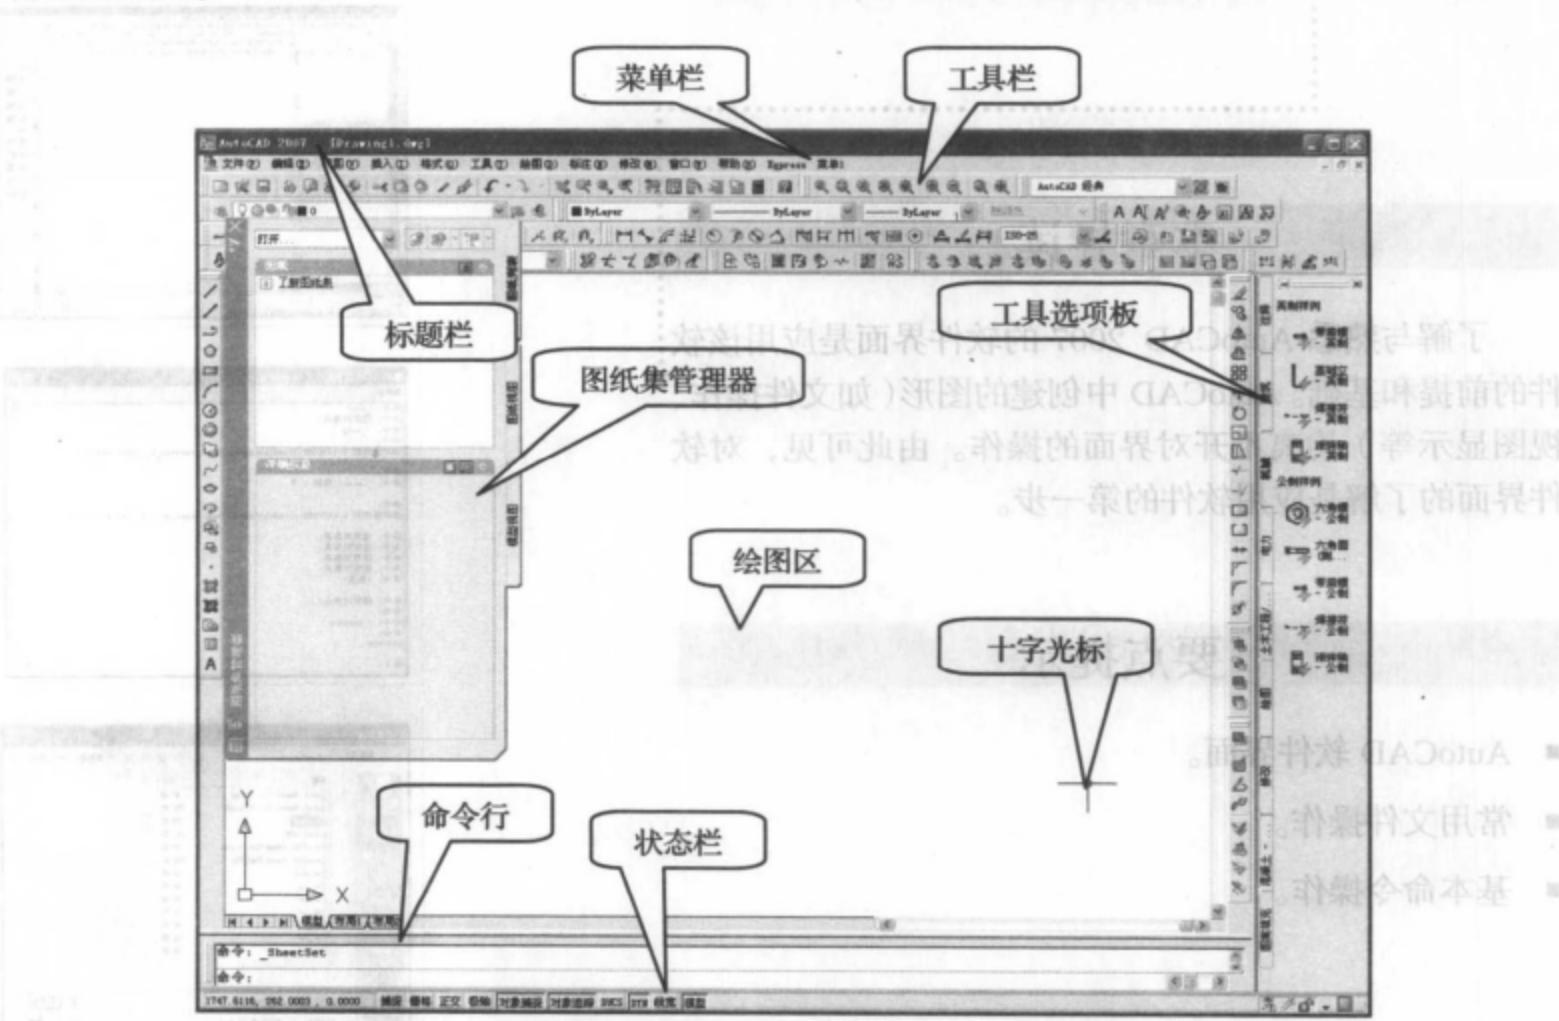

图 1-1 中文版 AutoCAD 2007 的初始界面
从图 1-1 可以看出,AutoCAD 2007 的界面由五部分组成:标题栏、菜单栏、工具栏、绘图窗口和命令行。
AutoCAD 2007 中文版的工作界面主要由“标题栏”、“绘图窗口”等组成，如图 1-1 所示。该工作界面提供了相对完整的绘图环境，并能够切换经典二维模式和三维绘制模式。下面将介绍界面的组成。
标题栏中显示的是软件的名称版本和正在编辑的文件名称。从图 1-1 可以看出，软件名称为 AutoCAD，当前运行的版本是 2007，文档名称为 Drawing1.dwg。
由图 1-1 可知, AutoCAD 的菜单栏位于标题栏的正下方, 分别为: “文件 (F)”、“编辑 (E)”、“视图 (V)”、“插入 (I)”、“格式 (O)”、“工具 (T)”、“绘图 (D)”、“标注 (N)”、“修改 (M)”、“窗口 (W)”、“帮助 (H)”等。通过菜单可以调用 AutoCAD 系统中的所有的命令和功能。在应用菜单时, 只要单击相应菜单, 即可进入该菜单。界面中的菜单都拥有子菜单, 如图 1-4 所示为“视图 (V)”菜单的部分内容。